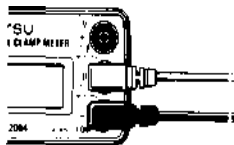

Рис.8
- (2) Вставьте красный измерительный провод в разъем ОНМ как показано на рис. 8.
- (3) Сначала убедитесь, что дисплей показывает перегрузку прибора без учета потребляемой мощности. Замкнув соединительные провода, убедитесь, что дисплей отображает символ (00.0ohm). Иногда в этом случае может быть отображено значение